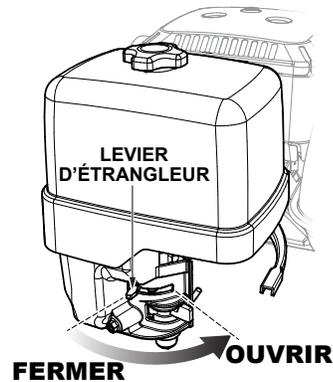

Figure 9. Levier de starter du moteur (ouvert)
5. Placez le levier de starter (Figure 9) en position **OUVERT** si vous démarrez un moteur chaud ou si la température est élevée. ing a warm engine or the temperature is warm.
8. Si le moteur a démarré et que le levier de starter a été placé en position **FERMÉ** pour démarrer le moteur, déplacez progressivement le levier de starter en position **OUVERT** (Figure 9) à mesure que le moteur se réchauffe. Si le moteur n'a pas démarré, répétez les étapes 1 à 6.